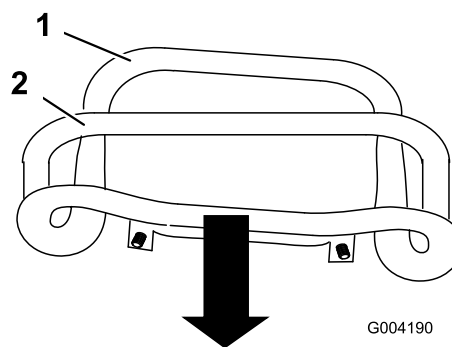

Figure 44
3. Tirez la commande de déplacement tout droit en arrière pour mettre l'avant en contact avec la barre de référence (Figure 44).